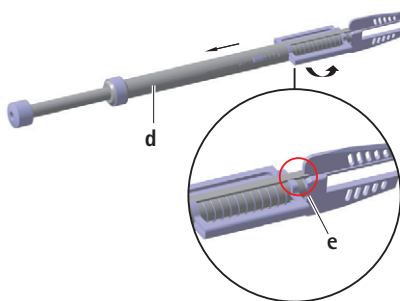

Рис. 3
- Поместить направляющую **e** на вставку **d**, расположенную в выступающей части долота, см. Рис. 3.